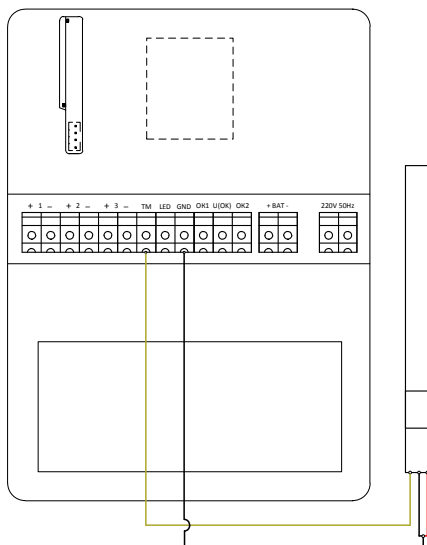

Рисунок 14. Схема подключения датчика температуры
Подключите датчик к клеммам панели ТМ и GND (рисунок 14).
*Датчики некоторых производителей могут не работать при подключении по схеме выше (рис. 14).*